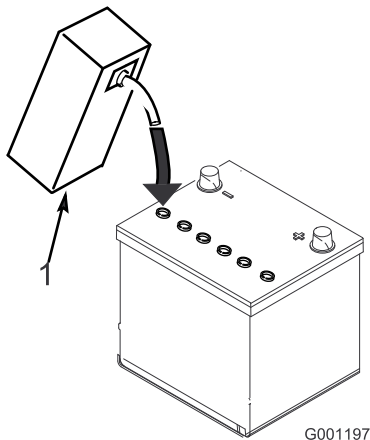

Figure 5
3. Versez de l'électrolyte avec précaution dans chaque élément jusqu'à ce que les plaques soient recouvertes d'environ 6 mm de liquide (Figure 5).
4. Attendez environ 20 à 30 minutes pour que les plaques aient le temps de s'imprégner d'électrolyte. Faites l'appoint au besoin pour que le niveau de liquide monte à 6 mm en dessous du creux de remplissage (Figure 5).